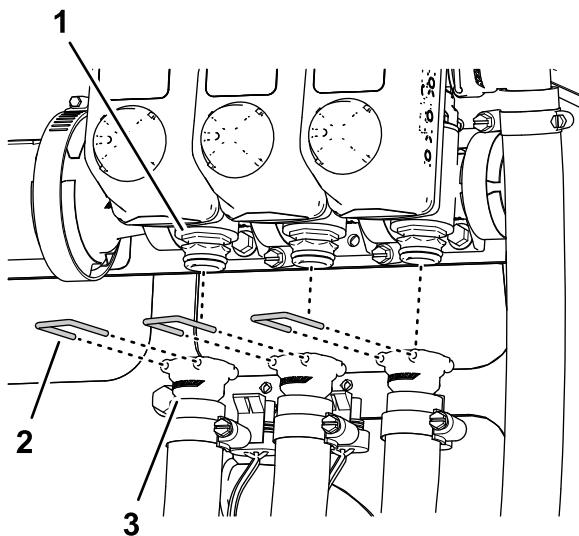

图37
- 从喷洒段阀快速接头取下固定左、中、右供水软管的卡环 图37。
- 从喷洒段阀的快速接头卸下左、中及右喷洒段供水软管并从机器上取下软管 图37。